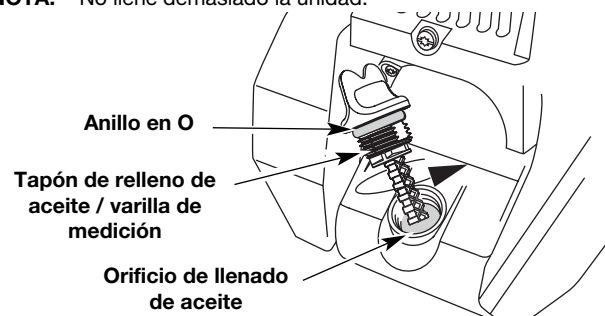

Fig. 20
6. Si el nivel está bajo, agregue una pequeña cantidad de aceite en el orificio de llenado de aceite y vuelva a medir (Fig. 20). Repita hasta que el nivel de aceite llegue hasta la parte superior de la varilla de medición.
NOTA: Verifique que el anillo en O esté en su lugar en el tapón de relleno de aceite / varilla de medición cuando mida y cambie el aceite (Fig. 20).